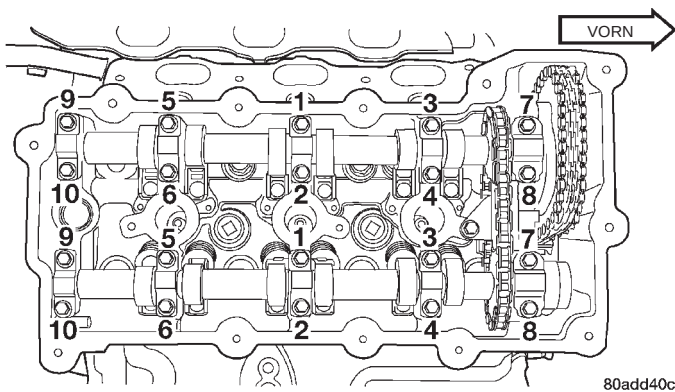

Abb. 48 Anziehreihenfolge der Nockenwellenlagerdeckel
(8) Kurbelwelle drehen, bis die Einstellmarkierung am Kurbelwellenrad mit der Einstellmarkierung auf dem Ölpumpengehäuse zur Deckung kommt.
(9) Primärsteuerkette ausbauen. Näheres hierzu siehe entsprechende Anleitung in diesem Abschnitt.
(10) Nockenwellenlagerdeckel entgegen der Einbaureihenfolge **allmählich** in mehreren Durchgängen lösen (Abb. 48).
(11) Nockenwellen aus dem Zylinderkopf ausbauen.